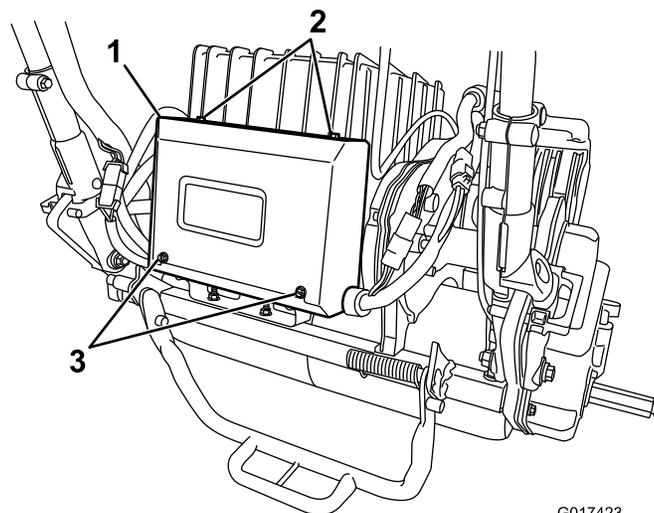

Figura 36
2. Retire los 2 tornillos traseros de la caja eléctrica, afloje los dos tornillos superiores y retire la tapa de la caja (Figura 36).